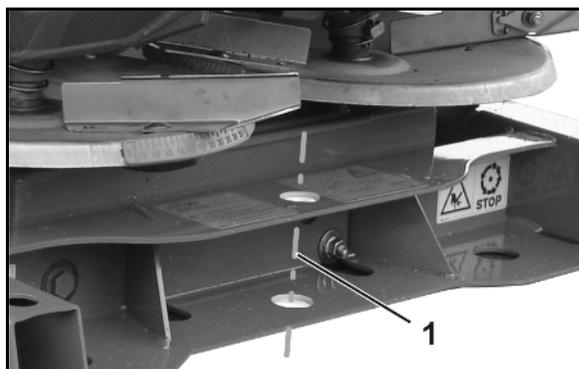

Fig. 49
- ZA-X 902, 1402 (Fig. 49):
- (1) Levier pour relever et remettre la bâche
- (2) Verrouillage automatique